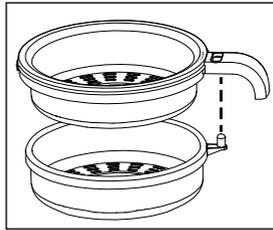

Fig. 1
- ◆ Assemblare il filtro **4/5**. Unire le due parti in modo che il selettore **6** sporga attraverso la corrispondente apertura della parte superiore **4** (Fig. 1). Premere insieme le due parti fino ad innestarle.